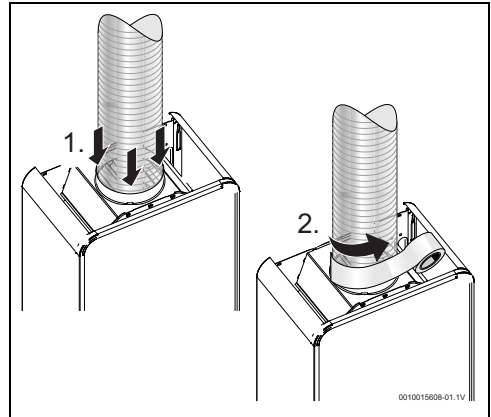

Fig. 9
- debe introducirse en el interior del anillo de la chimenea (→dimensión del anillo en la Tab. 4), sin huecos, y apoyarse en las conexiones. Si hay huecos, la conexión debe sellarse con material adecuado (Fig. 9),